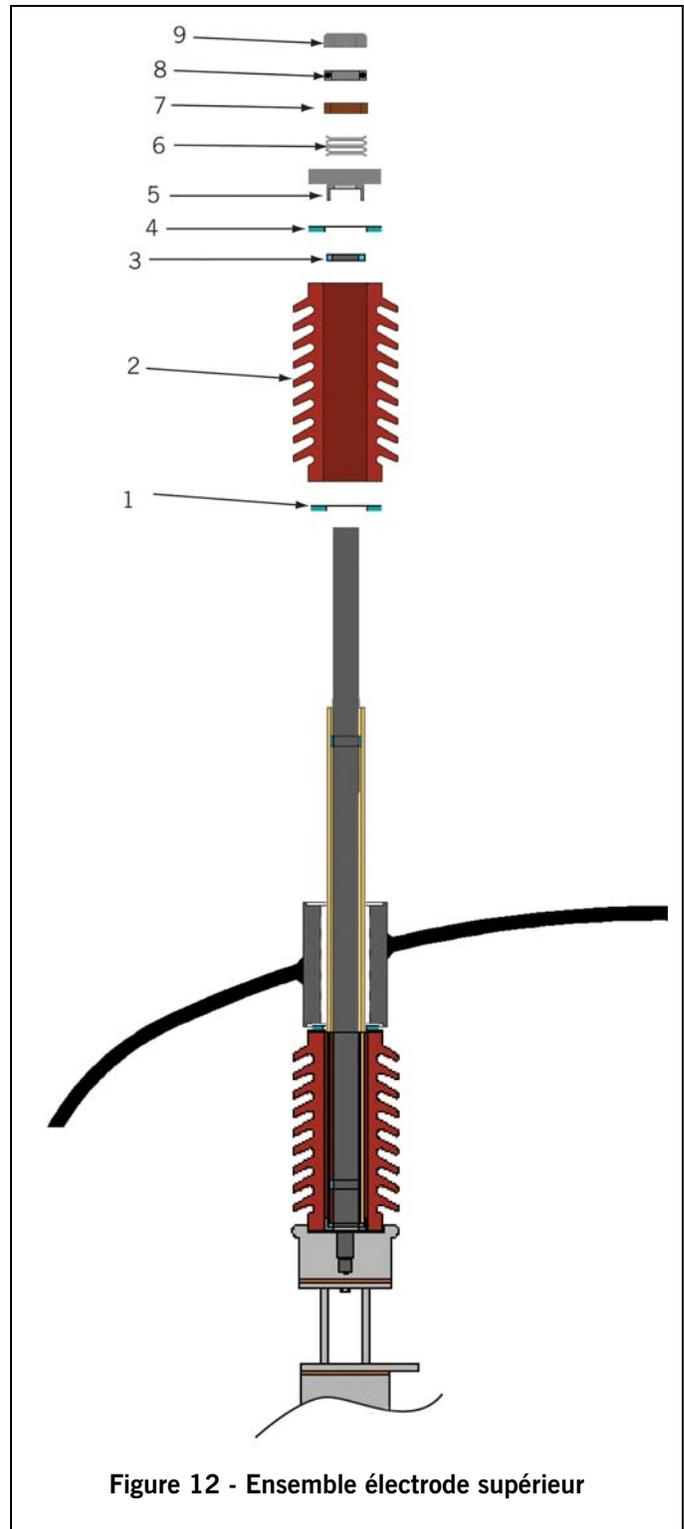

Figure 12 - Ensemble électrode supérieur
- Désengagez le treuil et débutez l'ensemble de l'électrode supérieur (voir Figure 12).